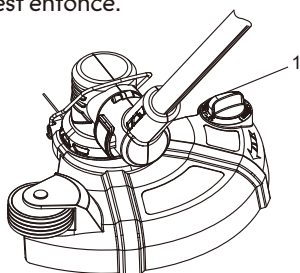

Fig. 11
3. Tournez la tête du coupe-herbe de façon à ce que le fil soit orienté vers l'opposé de votre corps et que les roues de taille-bordures soient abaissées (Fig. 11).